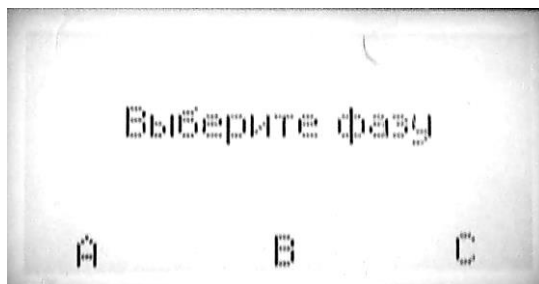

Рис.4
6.4.7. Нажать кнопку блока управления «ВЫПОЛНИТЬ». При этом включится сирена (на 1-2с.) и красный сигнальный светильник. После чего на экране БУ появится сообщение «ВЫБЕРИТЕ ФАЗУ» (рис. 4)
6.5.12. Нажать кнопку блока управления «ВЫПОЛНИТЬ», при этом включится сирена (на 1-2с.) и красный сигнальный светильник. После чего на экране БУ появится сообщение «ВЫБЕРИТЕ ФАЗУ» (См. рис.4.) Фазу выбирать нажатием кнопки, расположенной под соответствующей надписью «А», «В» или «С».